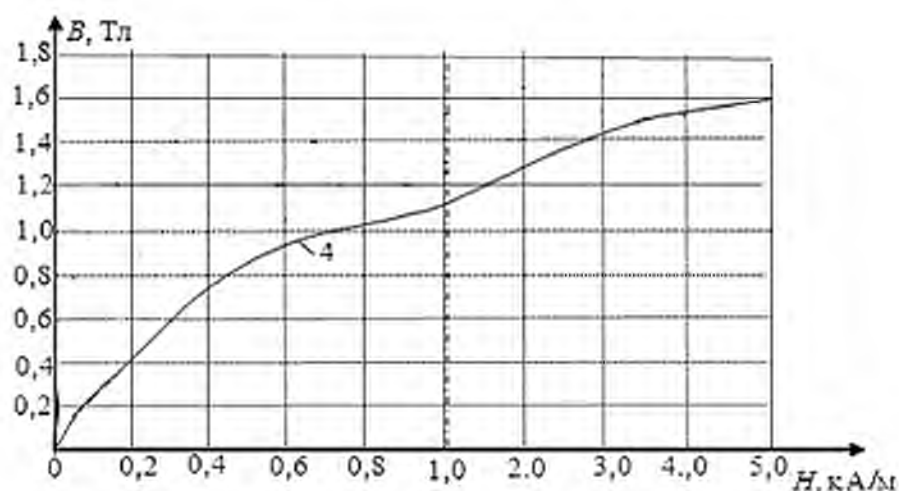
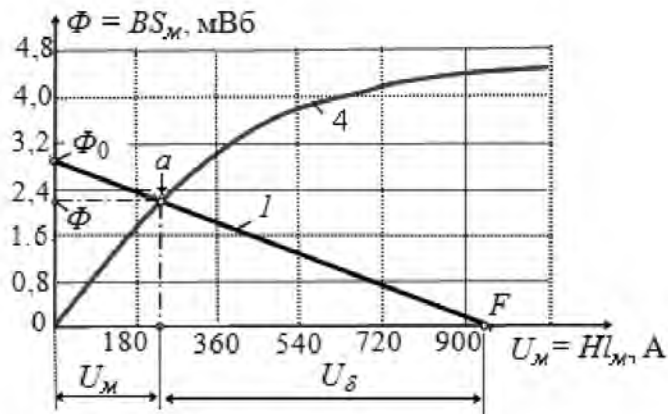

Рис. 6.6. Кривая намагничивания литой стали 108952
Рис. 6.7. Графический расчет магнитной цепи
Материал сердечника для студентов с номерами 16-20 в списке группы- литея сталь 108952, представленная кривой намагничивания рис.6.6.
- кривая намагничивания рис. 6.6.
Используя кривую намагничивания рис. 6.6, построим на рис.6.7 вебер-амперную характеристику $\Phi(U_M)$ ферромагнитного сердечника (кривую 2), заменив магнитные величины B и H на осях кривой $B(H)$ соответственно величинами Φ и U_M . Для этого следует умножить значения магнитной индукции B на площадь S_M поперечного сечения сердечника, а значения напряжённости магнитного поля H умножить на длину l_M средней м. с. л. в сердечнике.
Проверка 1: На начальном участке вебера-амперная характеристика ферромагнитного сердечника примерно линейная, рис. 6.7. Поэтому его можно заменить линейным сопротивлением, равным отношению U_M к Φ . Получим $R_M = 1 \times 10^5 \text{ 1/Гн}$. В получившейся линейной магнитной цепи магнитный поток можно найти по закону Ома: